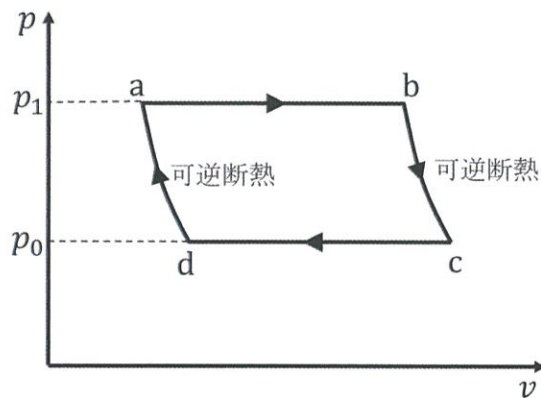

図 1-1
- I. 図 1-1 に示す  $p-v$  線図で表される熱機関サイクルを考える．作動流体は定圧比熱  $c_p$ ，比熱比  $\kappa$  の理想気体とする．ただし， $c_p$  と  $\kappa$  は定数である．この熱機関サイクルは，圧力  $p_1$  と  $p_0$  ( $p_1 > p_0$ ) における二つの定圧過程（状態  $a \rightarrow$  状態  $b$ ，状態  $c \rightarrow$  状態  $d$ ），および二つの可逆断熱過程（状態  $b \rightarrow$  状態  $c$ ，状態  $d \rightarrow$  状態  $a$ ）により構成される．また，状態  $a$ ， $b$ ， $c$ ， $d$  における温度をそれぞれ  $T_a$ ， $T_b$ ， $T_c$ ， $T_d$  とする．